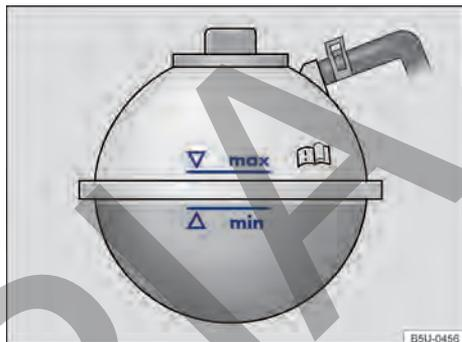

Fig. 207 En el compartimento del motor: marca en el depósito de expansión del líquido refrigerante del motor.
- Con el motor frío, comprobar el nivel del líquido refrigerante del motor por la marca lateral del depósito → fig. 207.
- El nivel del líquido refrigerante del motor debe permanecer dentro de la marca del depósito → fig. 207. **¡No completar por encima de la marca "máx" → ⓘ!**
- Completar con líquido refrigerante del motor solamente hasta la marca "máx" → fig. 207. De lo contrario, al calentarse, el líquido excedente sería expulsado del sistema de refrigeración del motor y podrá causar daños.